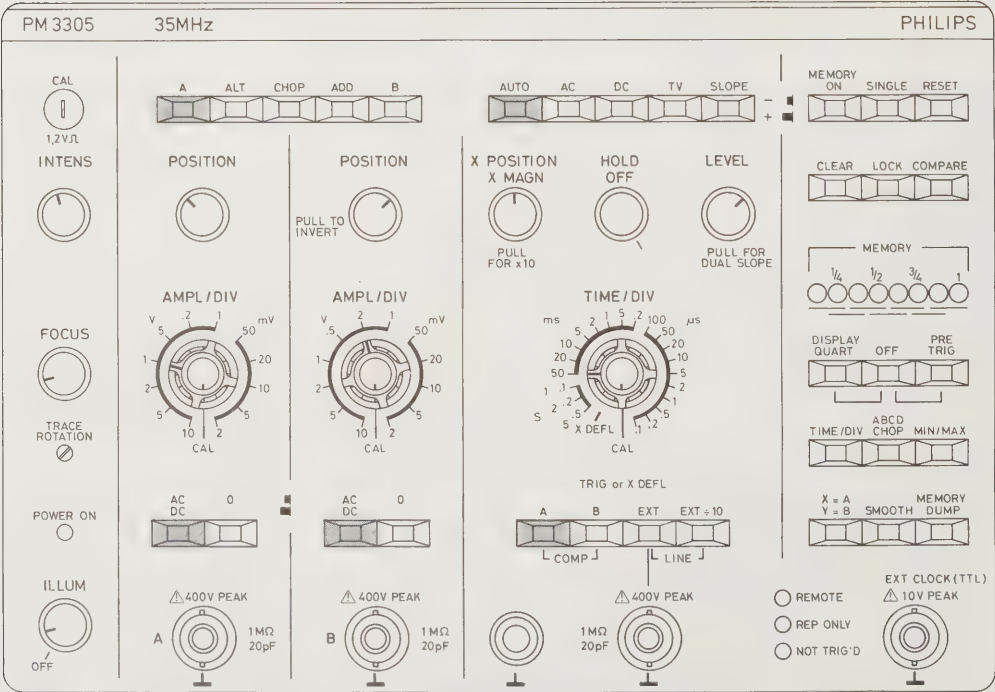

Abb. 5.1. Grundeinstellungen
- Die hierunter in Abb. 5.1. angegebenen Tasten drücken.